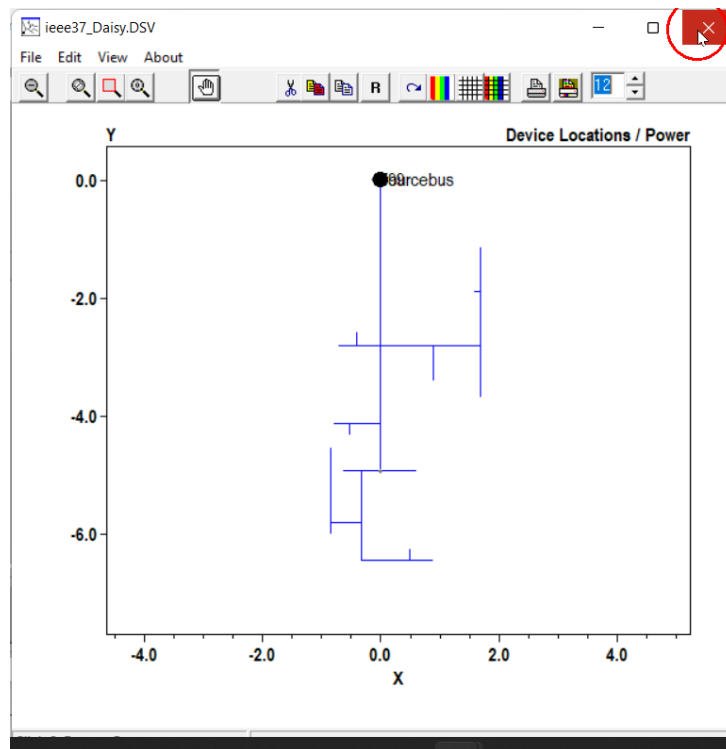

Figura 55: Cerrar ventana.
7. Cerrar la ventana emergente como se muestra en la figura 55.